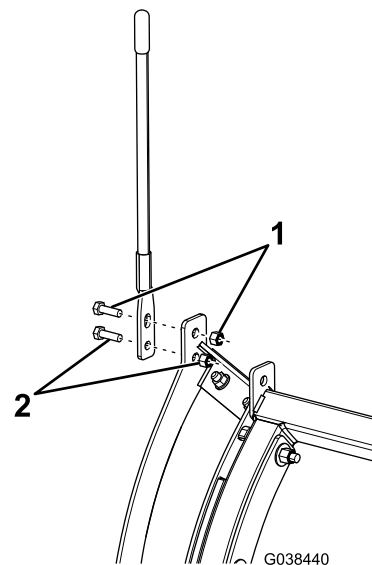

Figure 3
7. Montez les guides de lame que vous avez retirés précédemment à l'aide du boulon et de l'écrou supérieurs existants, et d'un boulon (5/16 po) et contre-écrou neufs (Figure 3).